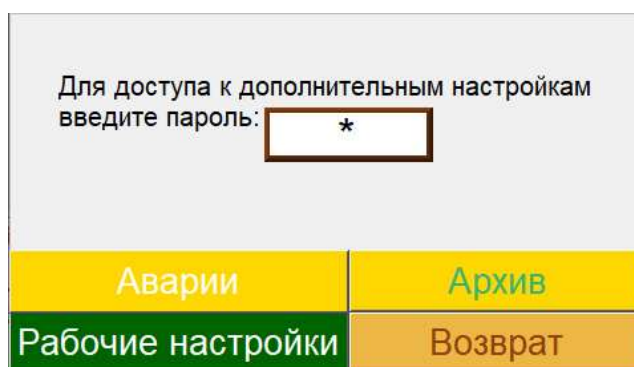
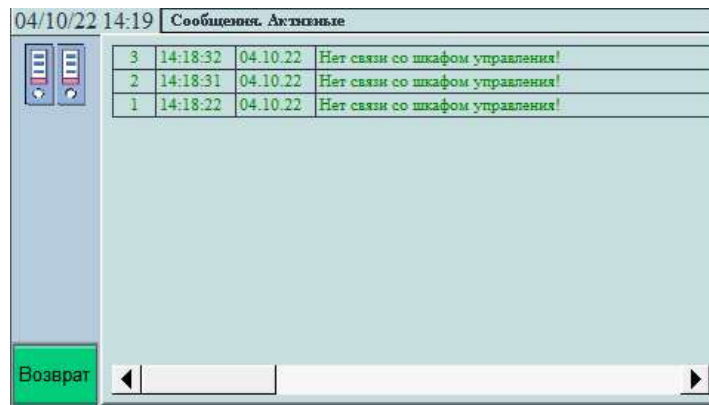

Рисунок 3 – Экран выбора настроек
Рисунок 5 – Экран аварий
11.5.1.1 При нажатии на кнопку «Настройки» основного экрана модуля индикации (рисунок 1, кнопка 8) происходит переход на экран выбора настроек (рисунок 3).
11.6.1 При возникновении автоматически диагностируемых неисправностей (аварий), на основном экране появляется мигающая кнопка-индикатор «Авария» (рисунок 1, элемент 5). При нажатии на эту кнопку происходит переход на экран «Аварии» (рисунок 5). Так же, для просмотра архива аварий, переход на экран «Аварии» происходит при нажатии сенсорной кнопки «Аварии на экране настроек» (рисунок 3).
11.8.1 Для создания нового компонента или удаления старого необходимо открыть окно компонентов. На основном экране (см. рисунок 1) нажать кнопку «Настройки». На появившемся экране выбора настроек (см. рисунок 3) изменить уровень доступа вводом пароля. При вводе пароля (654321) на экране выбора настроек появляются кнопка «Компоненты». После нажатия данной кнопки происходит переход на экран компонентов рисунок 8.
А.2.1 Выполнить подготовку к работе (см. п. 10). На основном экране (см. рисунок 1) нажать кнопку «Настройки». На появившемся экране выбора настроек (см. рисунок 3) изменить уровень доступа вводом пароля. При вводе пароля (2804530) на экране выбора настроек появляются кнопки «Настройка весов» и «Системные настройки панели» (рисунок А.1). Кнопка «Настройка весов» предназначена для перехода к калибровке и настройке весоизмерительного модуля. Кнопка «Системные настройки панели» предназначена для настройки модуля индикации (см. документацию к операторской панели Weintek MT8050iE). ВНИМАНИЕ: ввод неправильных значений настроек панели может привести к неработоспособности модуля индикации.